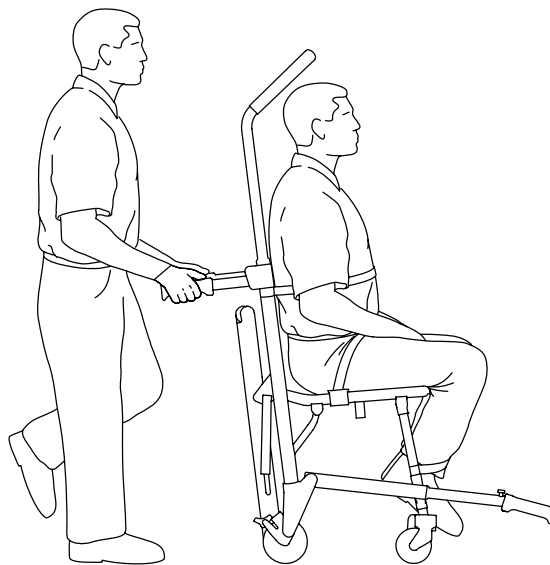

Figura 5 – Trasporto dell'occupante
1. Spingere e accompagnare la sedia con le impugnature sul lato testa o il tubo dello schienale o l'impugnatura di comando superiore (Figura 5).